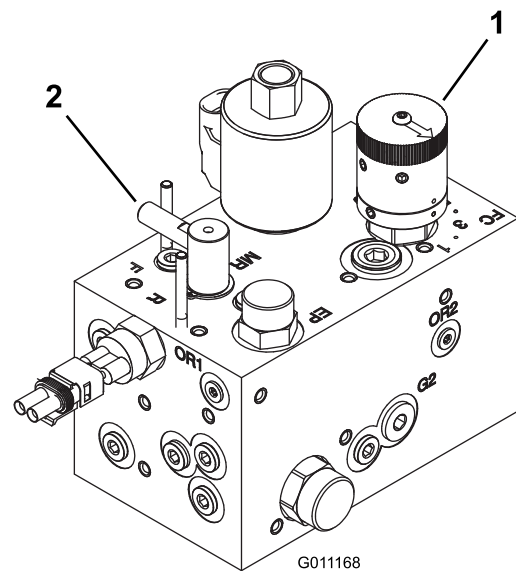

Bild 49
3. Drehen Sie das Spindeldrehzahlhandrad (Bild 49) auf die Zahl, die Sie in Schritt 1 ermittelt haben.